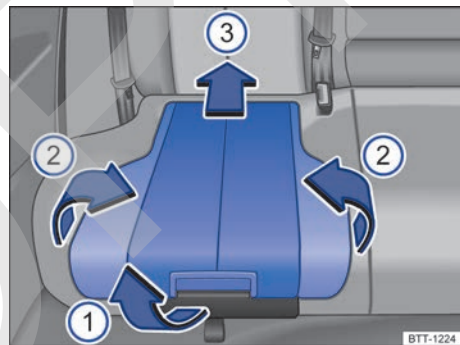

Fig. 104 Asiento integrado para niños: levantar el acolchado de la banqueta y sus rebordes laterales. ▶
- Tire del acolchado de la banqueta por la palanca de desbloqueo → fig. 104 ① hacia delante, en el sentido de la flecha.
- Empuje el acolchado de la banqueta ③ hacia atrás, en el sentido de la flecha, hasta que encastre.
- Levante los dos rebordes laterales ② de la banqueta en el sentido de las flechas.